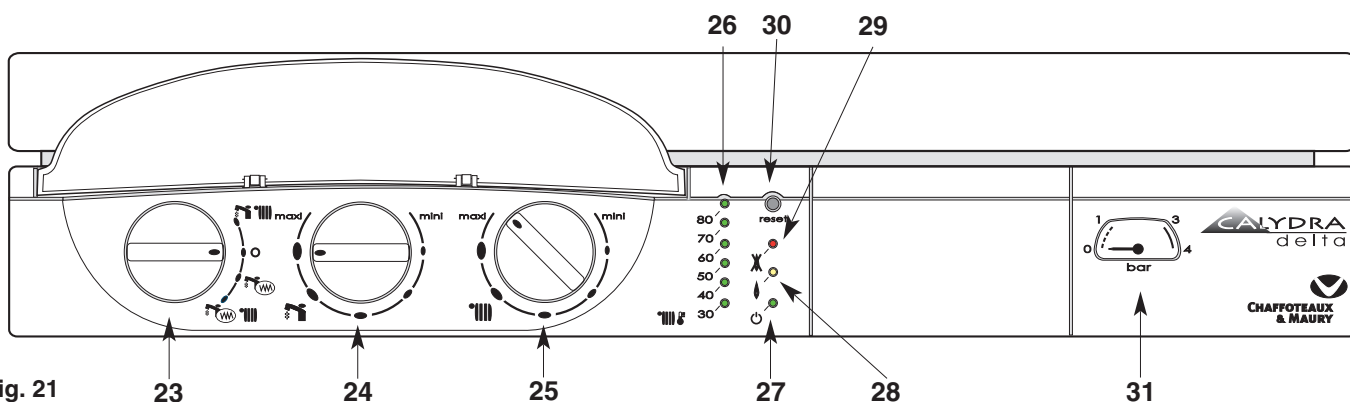

Fig. 21
### Tableau de bord (fig. 21)
- Placez le commutateur **23** (fig. 21) en position  voyant vert **27** allumé ; le voyant orange **28** (fig. 21) s'allume chaque fois que le brûleur entre en fonction.
Le bouton de réglage du chauffage **25**  (fig. 21) donne la possibilité d'ajuster la température de l'eau du circuit de chauffage en fonction des besoins saisonniers.
- Placez le commutateur **23** en position «O » le voyant vert **27** (fig. 21) reste allumé. La fonction hors gel de la chaudière reste active.
*Ne pas oublier de le rouvrir en début de saison de chauffage, lorsque l'on replace le commutateur **23** (fig. 21) en position  .*
Après vérification du circuit de ventilation (gaine, extracteur, etc...) il sera possible de réarmer la chaudière (en agissant sur le bouton **30** fig. 21), le thermostat, refroidi, aura remis le circuit et la température d'extraction des produits de combustion sera normale.